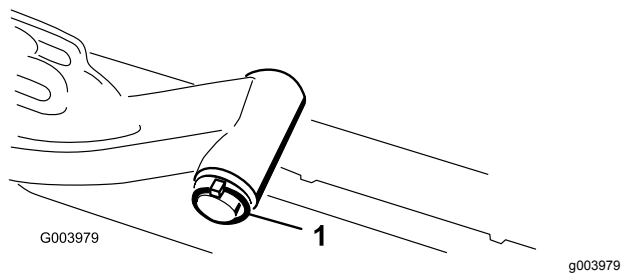

图 9
A. 拆下将提升臂枢轴固定至提升臂的保险销和垫圈将提升臂枢轴滑出提升臂图 9。
C. 将提升臂轴插入提升臂使用垫圈和保险销将其固定图 9。